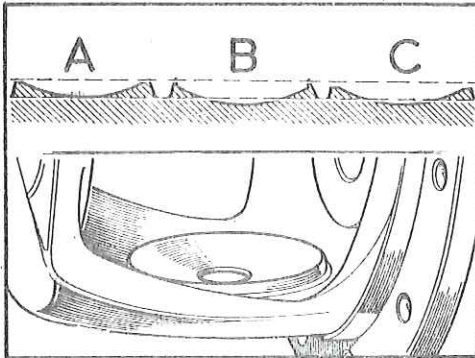

Fig. E -38 Asientos de los satélites
- 2.5. Verificar los asientos de los piñones en la caja de satélites. Estos asientos esféricos (Fig. E -38), deben tener sus extremos a la misma altura, sin que existan escalones o huecos debido al desgaste. Si se observa algún defecto importante, cabe proceder a la sustitución.